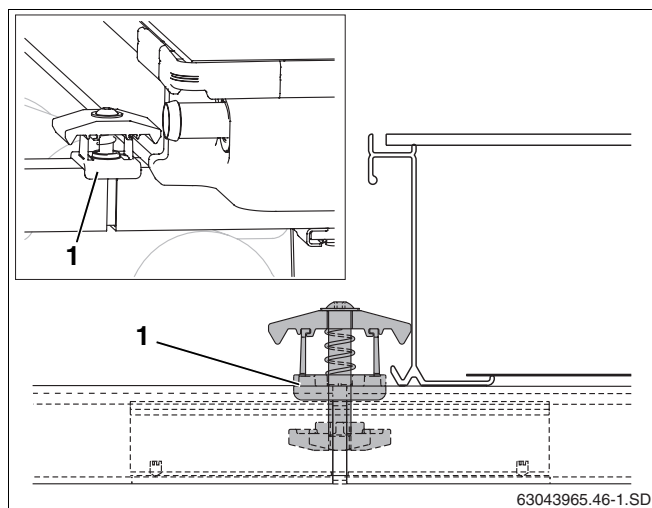

fig. 45 Instalar o tensor de colector bilateral
- ▶ Colocar o tensor de colector bilateral com a porca à frente na abertura do perfil e do ligador de encaixe (fig. 45, **item 1**), de tal forma a que agarre envolvendo o perfil.